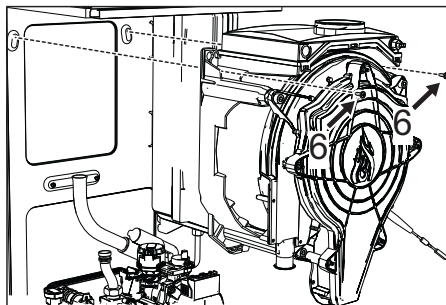

fig. 50
- Extraiga los dos tornillos superiores "6" que fijan el intercambiador al bastidor (fig. 50).